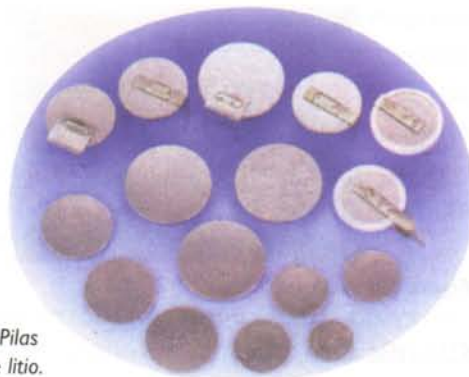

Figura 5.8. Pilas y baterías de litio.
**Las pilas y baterías de litio:** Figura 5.8. Suministran 3V por celda y corrientes más altas que las